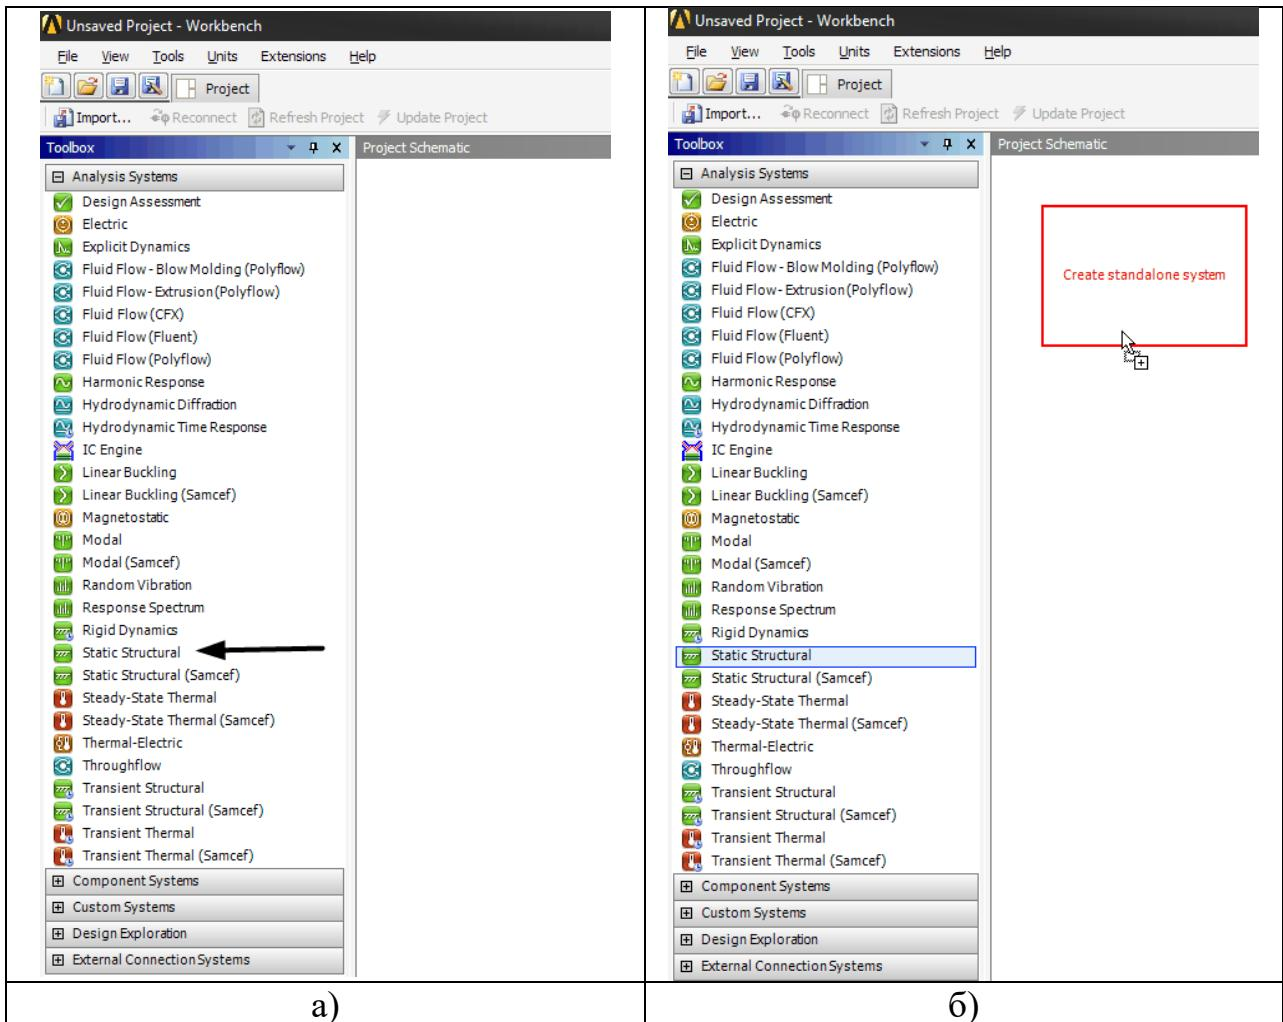

Рисунок 5.1 – Выбор вида расчета в ANSYS Workbench 15
- 1) Запустить ANSYS Workbench 15, нажав на иконку  на рабочем столе. В появившемся окне «Unsaved Project – Workbench» выбрать пункт «Static Structure» (показан стрелкой на рисунке 5.1, а) и, не отпуская мышку, перетащить его на белое поле «Project Schematic» в появившейся при этом красный квадрат (рисунок 5.1, б).